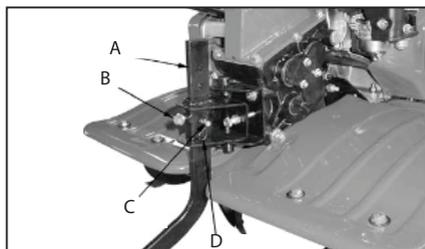

Рис. 4
- Открутите болт (B), извлеките шплинт (D) и вытащите палец (C).
- Установите высоту сошника (A) в соответствии с требуемой глубиной обработки.
- Установите палец и закрепите винтом и зашплинтуйте (Рис. 4).
- Открутите болт (В), извлеките шплинт (D) и вытащите палец (С).